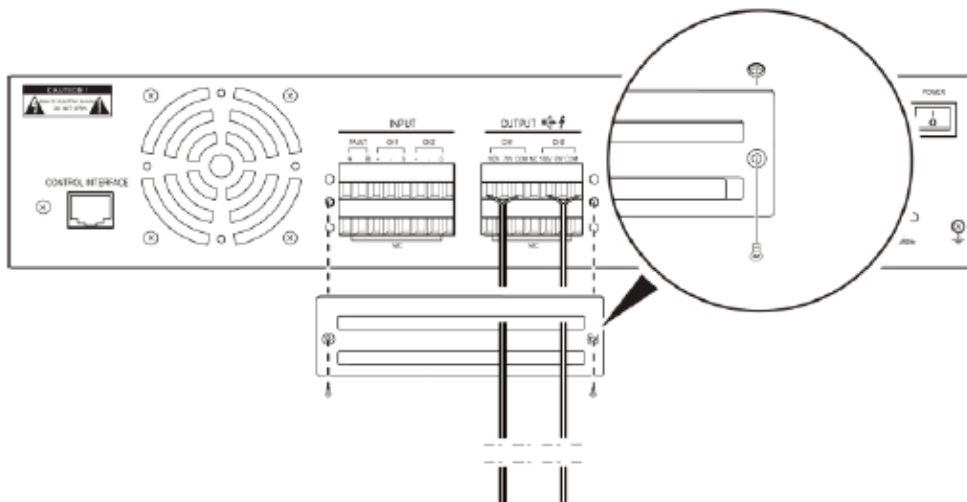

Figura 20 Diagrama esquemático de la cubierta de la terminal de entrada de audio protectora
- g. Cubra el terminal del amplificador de potencia con la cubierta protectora del terminal y apriete los tornillos, como se muestra en la Figura 20. Esta misma operación se aplica al terminal ZS-2000M y a la cubierta protectora correspondiente.